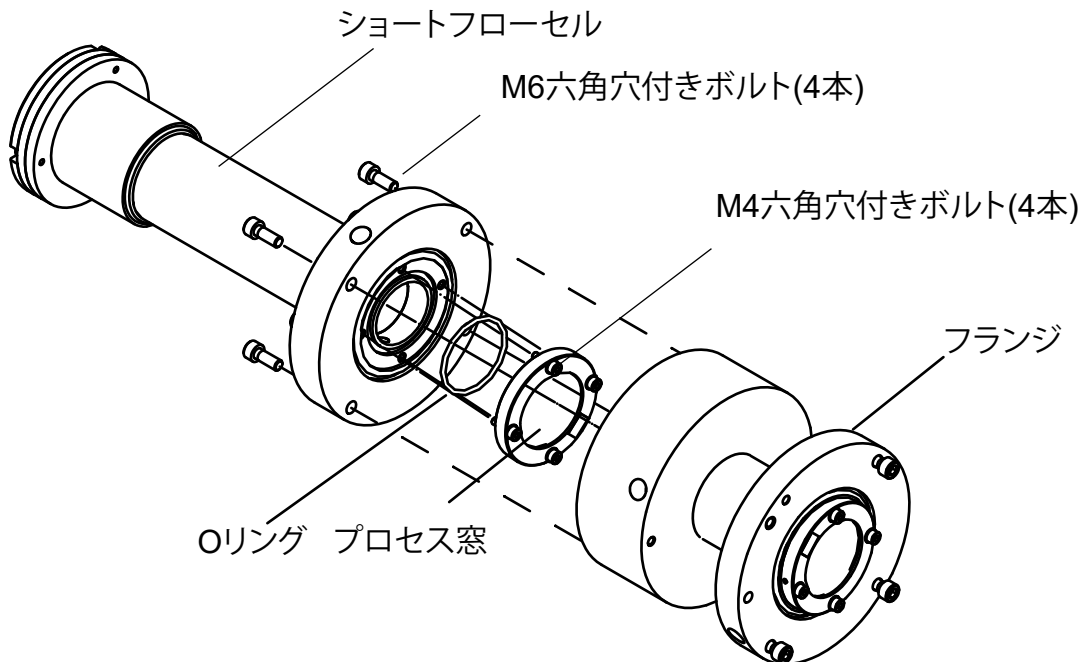

図6.9 ショートフローセルのフランジ（アナライザ側）のプロセス窓の取り外し、取り付け方法
- (10) フローセルに固定されている M6 の六角穴付きボルトを 4 本取り外し、フランジを抜いてください。(図 6.9)
- (11) プロセス窓ホルダの M4 の六角穴付きねじ 4 本を緩め、プロセス窓を取り外します。洗浄方法は (5) ~ (8) の手順と同様です。
- (12) 洗浄後のプロセス窓（もしくは新品のプロセス窓）を設置します。プロセス窓の向きに注意し、取り外した方向と同じ方向に取り付けてください。